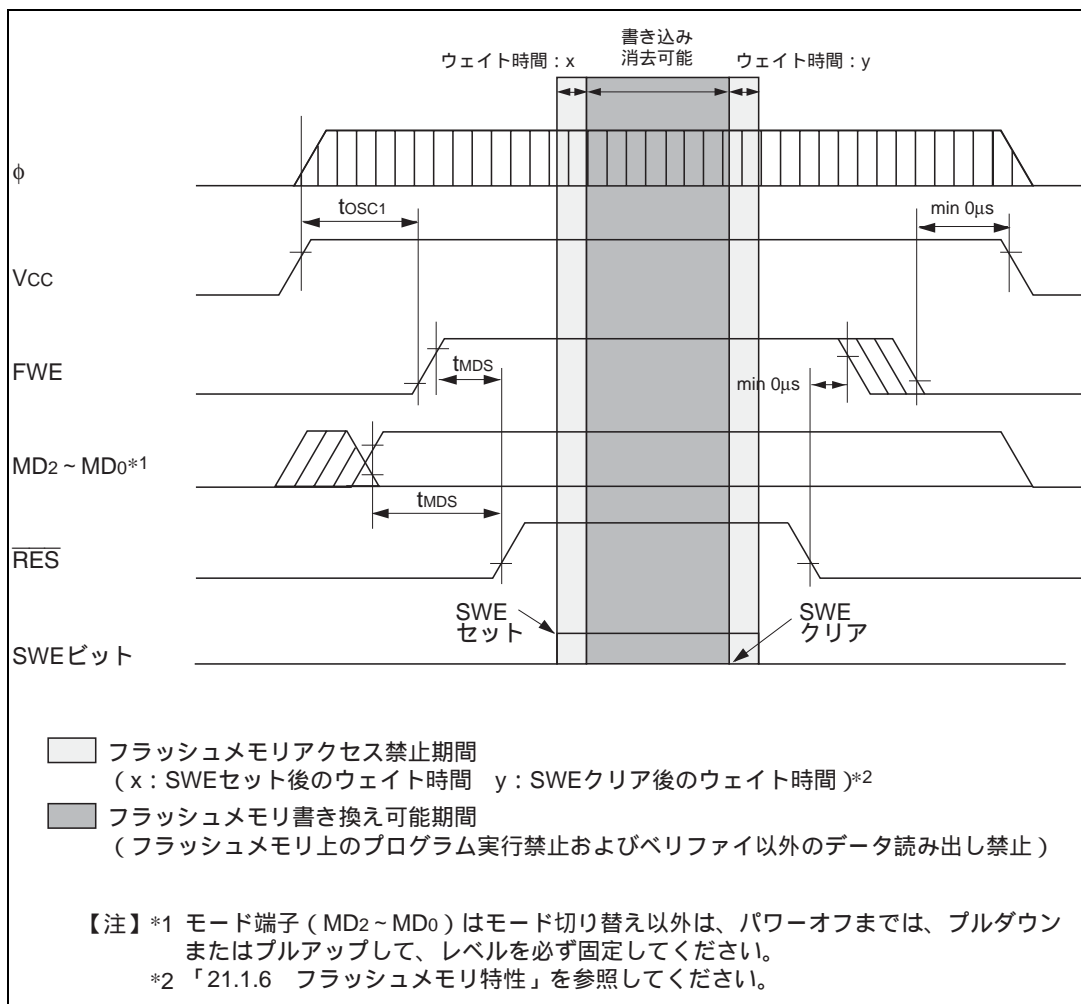

図 18.16 電源投入/切断タイミング (ブートモード)
(2) 電源投入 / 切断時の注意 (図 18.16 ~ 18.18 参照)